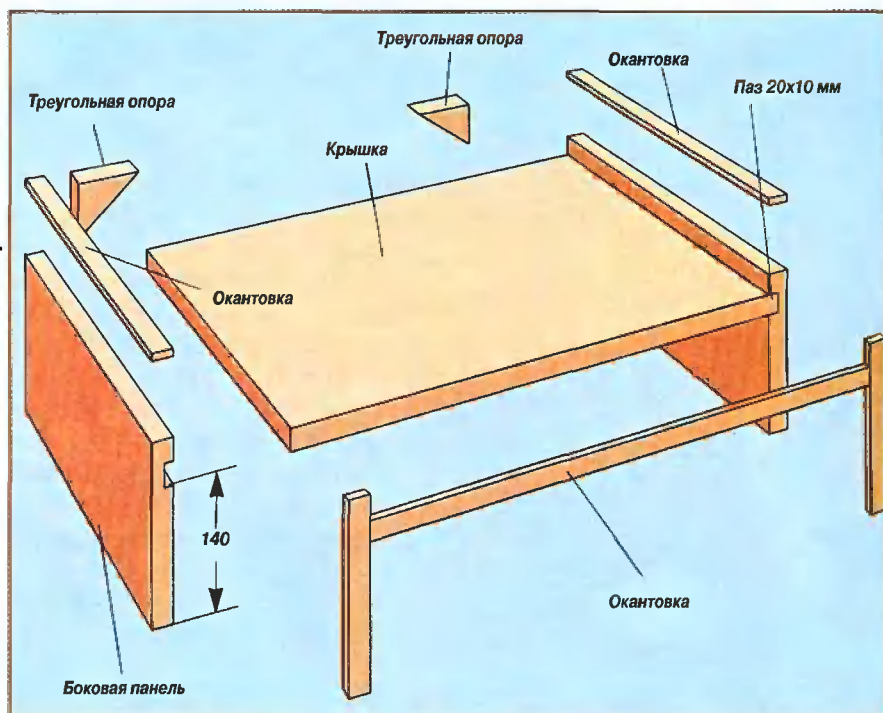

Рис. 3. Подставка для монитора.
1. По размерам, указанным в таблице, выпиливают верхнюю и боковые панели и в последних выбирают пазы (рис. 3). Собирают панели на клею и 40-мм отделочных гвоздях.